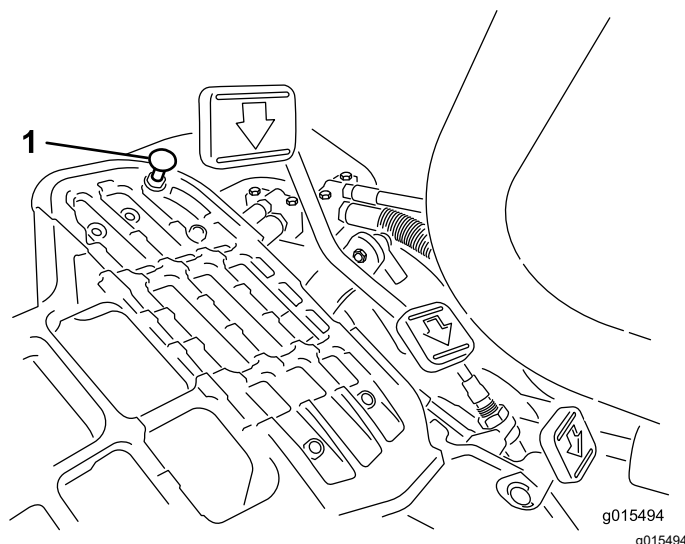

Figura 45
Para obter a velocidade máxima de transporte, engate a alavanca de controlo de função na posição TRANSPORTE e carregue para baixo no pedal de tração. Se o pedal entrara em contacto com o batente (Figura 45) antes de sentir tensão no cabo, é necessário efetuar o seguinte procedimento de ajuste:
1. Ponha a alavanca de controlo de funcionamento na posição TRANSPORTE e liberte a porca de bloqueio que fixa o batente do pedal à placa inferior (Figura 45).